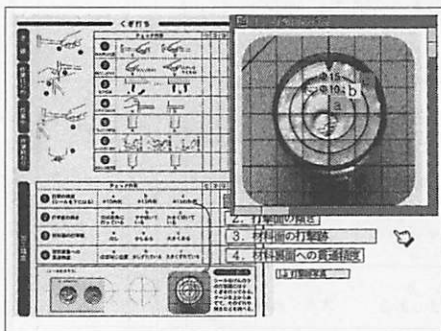

図2 打撃の精度
- ①打撃の精度
- ②打撃面の傾き
- ③材料面の打撃跡
- ④材料裏面への貫通精度
①の打撃の精度チェックのために、この診断カルテには、げんのうの打撃面にはりつける、アルミ箔のシールが入っており、生徒のくぎ打ちの作業中、くぎの頭がげんのうのどの位置に当たっているかが、図2のように、その痕跡から即座にわかるしくみになっている。くぎ打ちの初心者の場合、打撃痕が分散する傾向にあり、熟練者の場合、中央部に集まる傾向がある。
④の材料裏面への貫通精度（くぎをまっすぐに打てたか）を生徒が診断しやすくするために、今回は、縦横30mm、長さ300mmの角材を使用した。その一面の5カ所に、長さ32mmの鉄丸くぎを打たせた。これは、長さ32mmのくぎだと角材の裏側に2mmほどくぎの先が出ることで、くぎがまっすぐに打てたか調べやすくできるためである。また、くぎ打ち加工精度チェックの具体的な基準をわかりやすく示すために、図2～5のように、